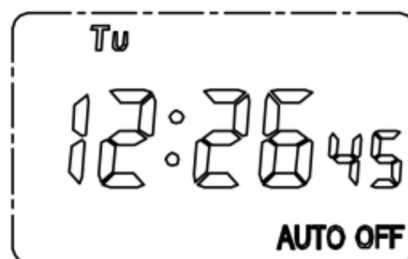

Fig.9
6.2.2.1 Pulsar el botón "MD" durante 3 seg. para cancelar el bloqueo del teclado de modo que desaparezca del display la indicación "LOCK" (bloqueado); a continuación, introduzca los minutos (min. parpadeante). Pulsando "◀", "▲" (mas) y "▼" (menos) hasta ajustar la hora a la actual (ver Fig.9)